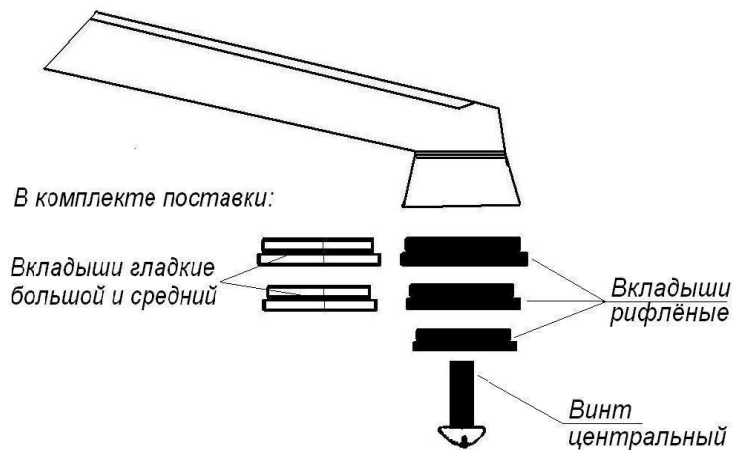

Рисунок 5
8.1 Проточный водонагреватель комплектуется изливом или душевой насадкой со сменными вкладышами – рассекаателями струи, которые по желанию потребителя можно менять, отвернув центральный винт (рис. 5). Максимально можно установить 3 рифленых вкладыша, что будет соответствовать большой струе воды. Для рассеивания малой струи воды необходимо установить малый рифленый вкладыш и два гладких вкладыша.